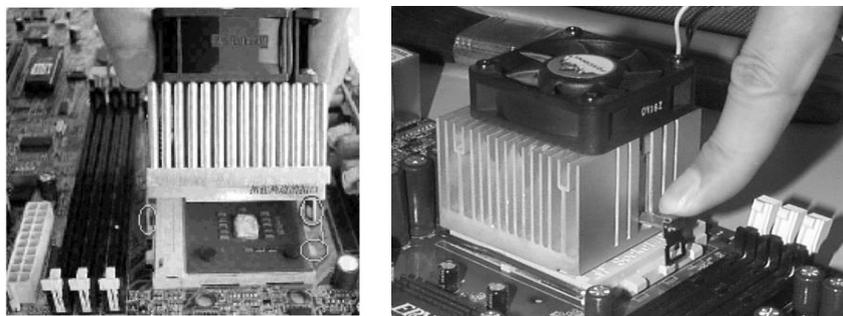

图 2-7 扣紧风扇
⑤ 将散热器温柔地和 CPU 的核心接触在一起，但不要很用力地去压，接着将扣子扣在 CPU 插槽的突出的位置上，最后扣上另一头的卡子，如图 2-7 所示。